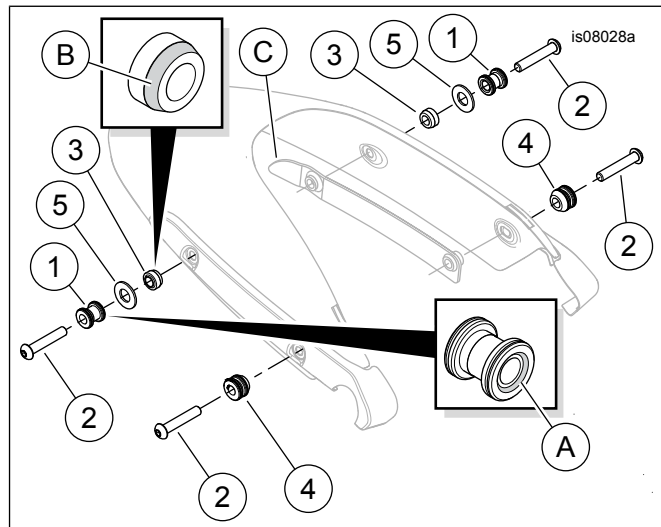

Figure 3. Pièces de rechange, kit de visserie d'ancrage
Voir Figure 3 et Tableau 1.
1. Voir Figure 3. Retirer et jeter la vis du support de garde-boue **arrière**.
2. Prendre un galet d'ancrage large (1), une vis (2) et une entretoise de galet d'ancrage (3) du kit.
3. Installer le galet d'ancrage, avec l'extrémité fraisée (A) en dernier, comme indiqué, sur les filets de vis. Installer l'entretoise de galet d'ancrage, avec l'extrémité conique (B) en dernier, sur les filets.
4. Installer la vis dans le support de garde-boue puis dans le garde-boue, et dans l'entretoise de montage du garde-boue (C). Serrer à la main.
6. Prendre un galet d'ancrage étroit (4) et une vis (2) du kit.
9. Installer la vis dans le support de garde-boue puis dans le garde-boue, et dans l'entretoise de montage du garde-boue (C). Serrer à un couple de 54,2 N·m (40 ft-lbs).
- b. Voir Figure 3. Retirer la vis montée (2), le galet d'ancrage large (1) et l'entretoise de galet d'ancrage (3) de la position de galet d'ancrage arrière de chaque côté.
- d. Tourner les galets d'ancrage de 180 degrés. Installer les galets d'ancrage, avec l'extrémité fraisée (A) en premier, sur les filets de vis.
- e. Prendre deux rondelles d'entretoises (5) du kit. Installer une rondelle d'entretoise sur les filets de chaque vis.
- f. Installer les entretoises de galet d'ancrage, avec l'extrémité conique (B) en dernier, sur les filets.
- h. Installer les vis dans les supports de garde-boue puis dans le garde-boue, et dans les entretoises de montage du garde-boue (C). Serrer les vis à un couple de 54,2 N·m (40 ft-lbs).